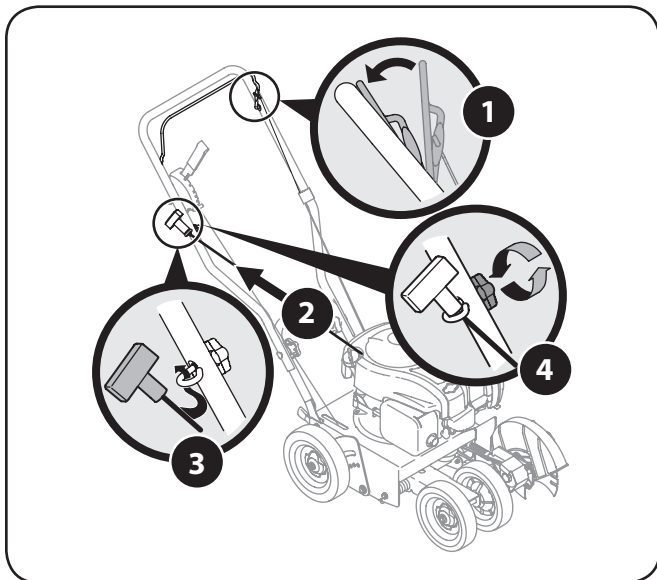

Figura 3-4
1. Busque la guía del cable y el pomo de mariposa se encuentra en la bolsa manual. Mediante el mando de ala, seguro, pero no apriete la guía de la cuerda para el lado derecho de la manija superior como se muestra en la Figura 3-4.
NOTA: La cuerda de arranque no se separa del motor a menos que el control de la cuchilla (consulte la Figura 3-4) esté presionado contra la barra superior.